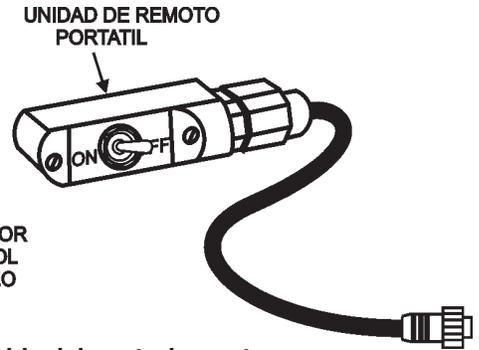

Figura 23. Cable del control remoto de empuñadura
1. Conecte el cable del control remoto de empuñadura (Figura 23) a la caja de control.